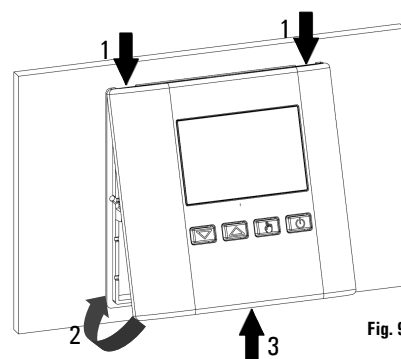

Fig. 9
- Drej dækslet og med en finger skub plastikfligen på basens nederste del indad (angivet med pilen i Fig. 9) og udøv et tryk, der udløser plastikfligen til fastgørelse inde i hullet.